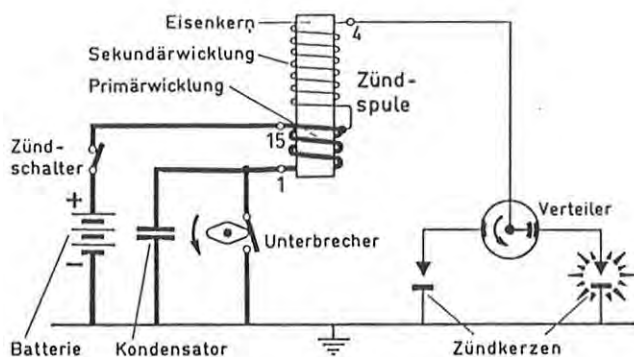

Abb. 381 Schaltbild einer Batteriezündanlage mit Verteiler für Zweizylindermotoren
- Abb. 381 Bei jedem Umlauf unterbricht der Unterbrechernocken zweimal den Primärstrom und die entstehende Zündspannung wird über das stromleitende Segment des Verteilerläufers abwechselnd an die beiden Schleifkohlen der Verteilerscheibe abgegeben.